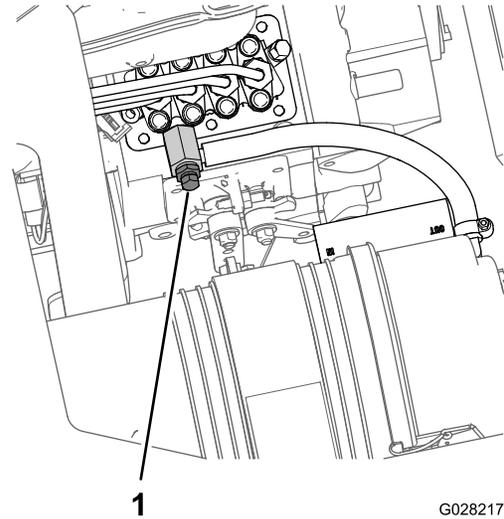

Figura 79
8. Coloque un recipiente de vaciado debajo de la parte del motor donde está situada la bomba de inyección de combustible (Figura 79).
9. Abra el tornillo de purga de aire de la bomba de inyección de combustible (Figura 79).
11. Deje la llave en posición de CONECTADO hasta que fluya una corriente continua de combustible alrededor del tornillo de purga (Figura 79).
12. Apriete el tornillo de purga (Figura 79) y gire la llave a DESCONECTADO.